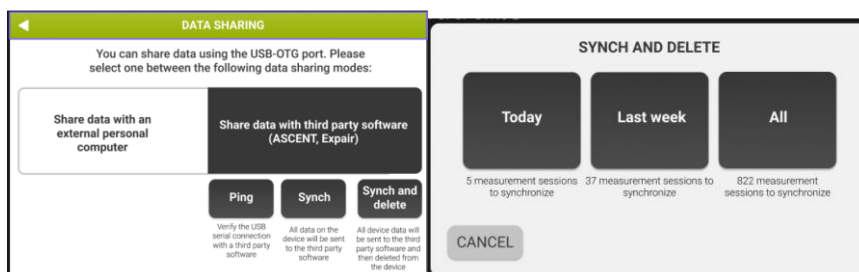

Figura 21 - Selección de sincronización
6. Seleccione *Sync and delete* (Sincronizar y borrar) para sincronizar y borrar los datos desde la base de datos interna. La sincronización puede realizarse en mediciones del día actual, de la semana anterior o todos los datos. Una vez finalizada la sincronización de los datos, se borrarán los datos del dispositivo (Figura 21).